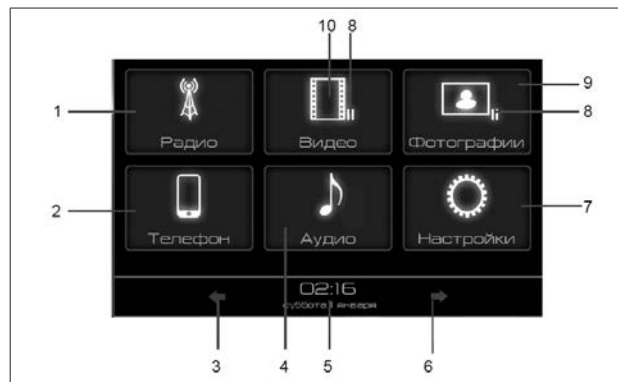

Рис. 2. Окно главного меню
2.5.1 После первого включения радиоприёмника или перезагрузки на дисплее радиоприёмника отображается главное меню (рис. 2).
- кнопкой **Радио** в главном меню (рис. 2);
- нажатием кнопки **Аудио** (рис. 2);
**Примечание.** При нахождении режима «**Аудио**» в состоянии «**Пауза**» (индикатор **8**, рис. 2) повторный вход в режим «**Аудио**» переведет радиоприёмник в режим проигрывания аудиофайла с места остановки прослушивания.